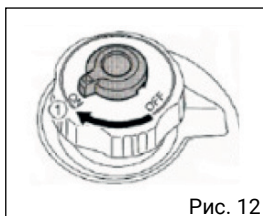

Рис. 12
3. Удерживая крышку топливного бака, чтобы она не двигалась, поверните клапан вентиляционного отверстия на крышке заправочной горловины топливного бака в положение ON (Открыто). Он расположен на крышке топливного бака. (Рис.12)